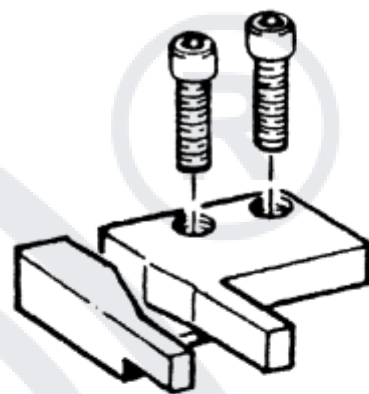

Рис. 12
**Примечание:** Каждый набор состоит входной и выходной направляющей ленты. Рис. 12 и 13.